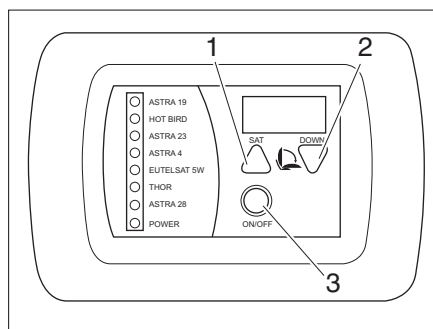

Fig. 42 Panel Menú Consumidor
- La instalación de antena parabólica se enciende con el botón ON/OFF (Fig. 42, 3).
- Pulsar la tecla SAT (Fig. 42, 1) varias veces para seleccionar un satélite e iniciar la búsqueda.
- Pulsar la tecla Down (Fig. 42,2) para introducir la instalación de antena parabólica.
- Pulsar tecla ON/OFF (Fig. 42,3).